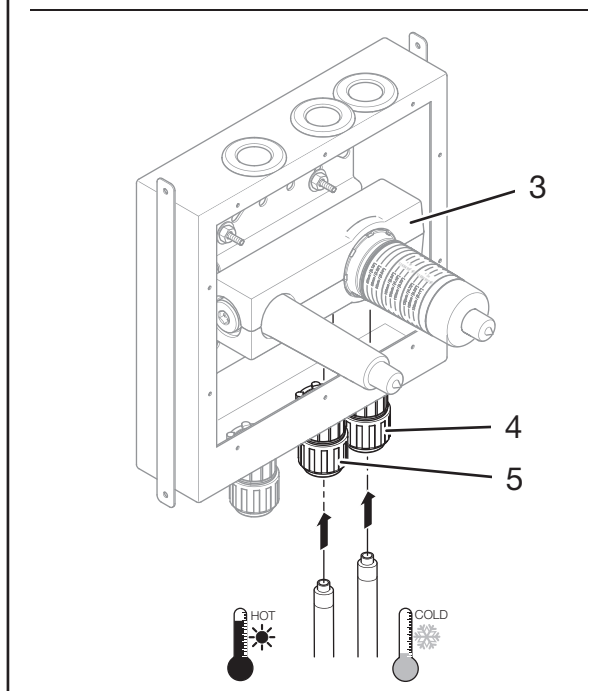

Fig. 7: Installation av varmvatten och kallvatten
1. Ta bort den röda plastpluggen (fig. 7/2) från produktens varmvattenanslutning (fig. 7/3) med hjälp av en spårskruvmejsel.
2. Dra media- och skyddsror genom genomföringen i inbyggnadslåda (fig. 7/5).
3. Anslut varmvattenröret till produktens varmvattenanslutning (fig. 7/3) enligt rör- och kopplingstillverkarens anvisningar.
4. Dra åt skruvkopplingen på skyddsörsgenomföringen på inbyggnadslåda (fig. 7/5) enligt Joramarks monteringsanvisning.
1. Ta bort den blå plastpluggen (fig. 7/1) från produktens kallvattenanslutning (fig. 7/3) med hjälp av en spårskruvmejsel.
2. Dra media- och skyddsror genom genomföringen i inbyggnadslåda (fig. 7/4).
3. Anslut kallvattenröret till produktens kallvattenanslutning (fig. 7/3) enligt rör- och kopplingstillverkarens anvisningar.
4. Dra åt skruvkopplingen på skyddsörsgenomföringen på inbyggnadslåda (fig. 7/4) enligt Joramarks monteringsanvisning.